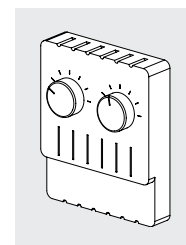

Figura 15
8.7 Il quadro elettrico può essere dotato di una scaldiglia (resistenza elettrica) di riscaldamento. La scaldiglia può essere regolata automaticamente mediante un termostato integrato o mediante un termostato esterno. Verificare la documentazione fornita unitamente al quadro elettrico. Quando presenti sia la scaldiglia che la ventola di raffreddamento, il termostato esterno è dotato di doppia regolazione. I parametri sono preimpostati da Modine. In caso di necessità adattare le regolazioni alle condizioni operative locali. Si veda la Figura 15 a titolo di esempio.